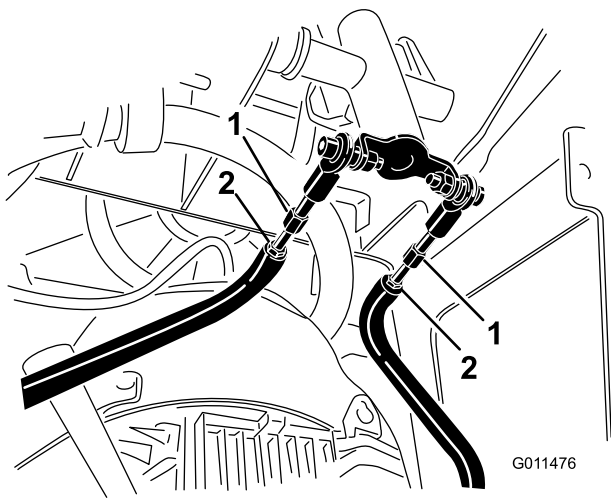

Bild 51
- D. Lösen Sie die Klemmmuttern an den Zugstangen unter dem Bedienfeld (Bild 51).